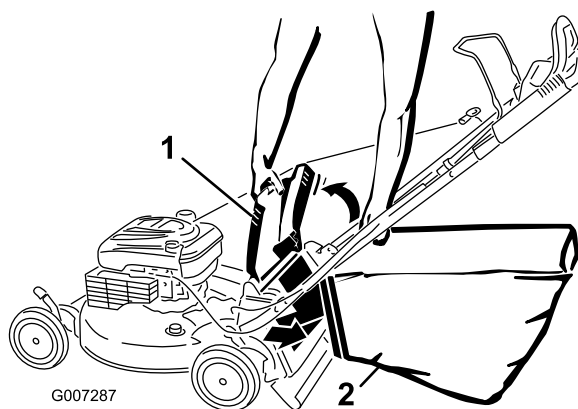

Figura 28
4. Appendete il bordo superiore anteriore del cesto di raccolta sulle apposite tacche (Figura 28).